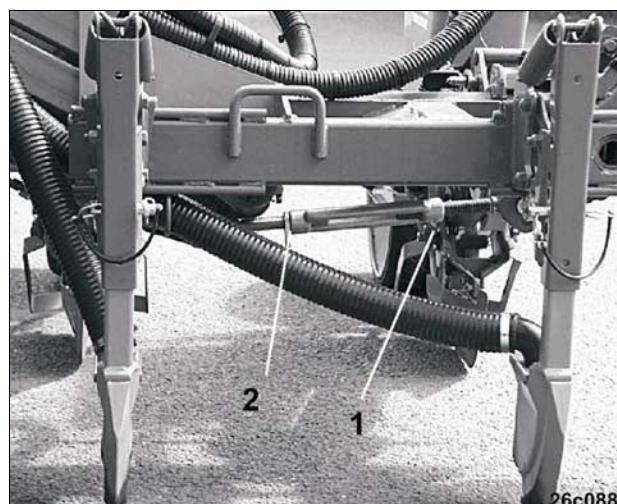

Рис. 102
- Стяжной замок (Рис. 102/1) на консоли установите таким образом, чтобы диски маркера почти касались земли.
- Закрепите стяжной замок при помощи контргайки (Рис. 102/2).